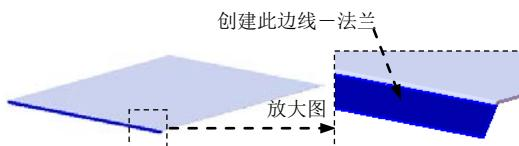
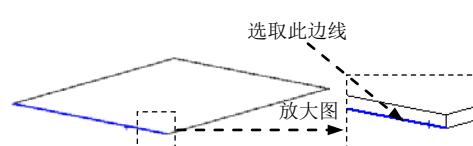

图 17.10.50 创建边线一法兰 1
图 17.10.51 定义特征的边线
Step2. 创建图 17.10.50 所示的钣金特征——边线一法兰 1。
(1) 选择命令。选择下拉菜单 **插入(I)** → **钣金(B)** → **边线法兰(E)...** 命令。系统弹出“边线法兰”对话框。
(2) 定义特征的边线。选取图 17.10.51 所示的模型边线为生成的边线法兰的边线。